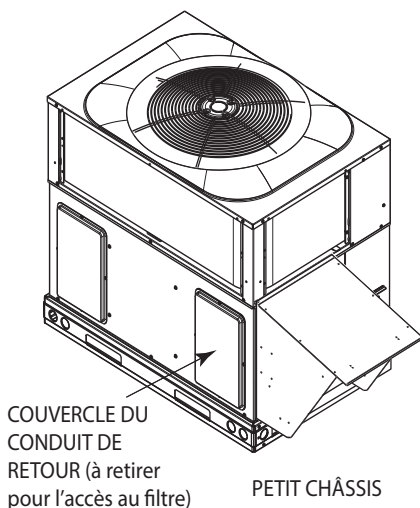

Figure 3 – Accès au filtre à petit châssis
1. Retirez le panneau d'accès au filtre (consultez la Figure 3) au moyen d'un tournevis à douille de 7,9 mm (5/16 po).
Petit châssis (consultez la Figure 3)